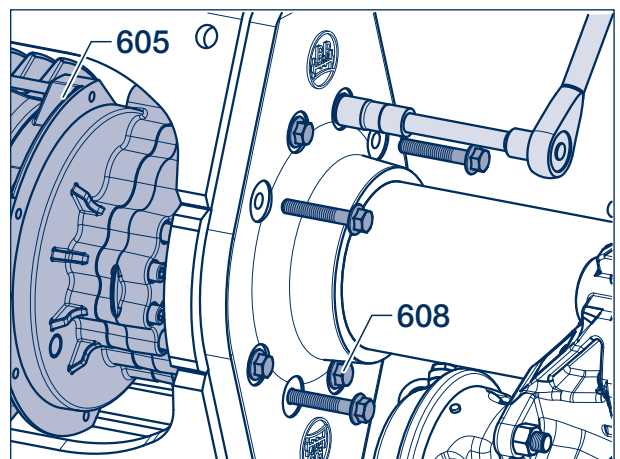

Bild 15
- [31] Neue Sicherungsschrauben (608, SW 16) montieren und in der richtigen Reihenfolge (siehe Bild 15) auf das vorgeschriebene Anziehdrehmoment von **103 Nm** (94 - 112 Nm) festziehen.